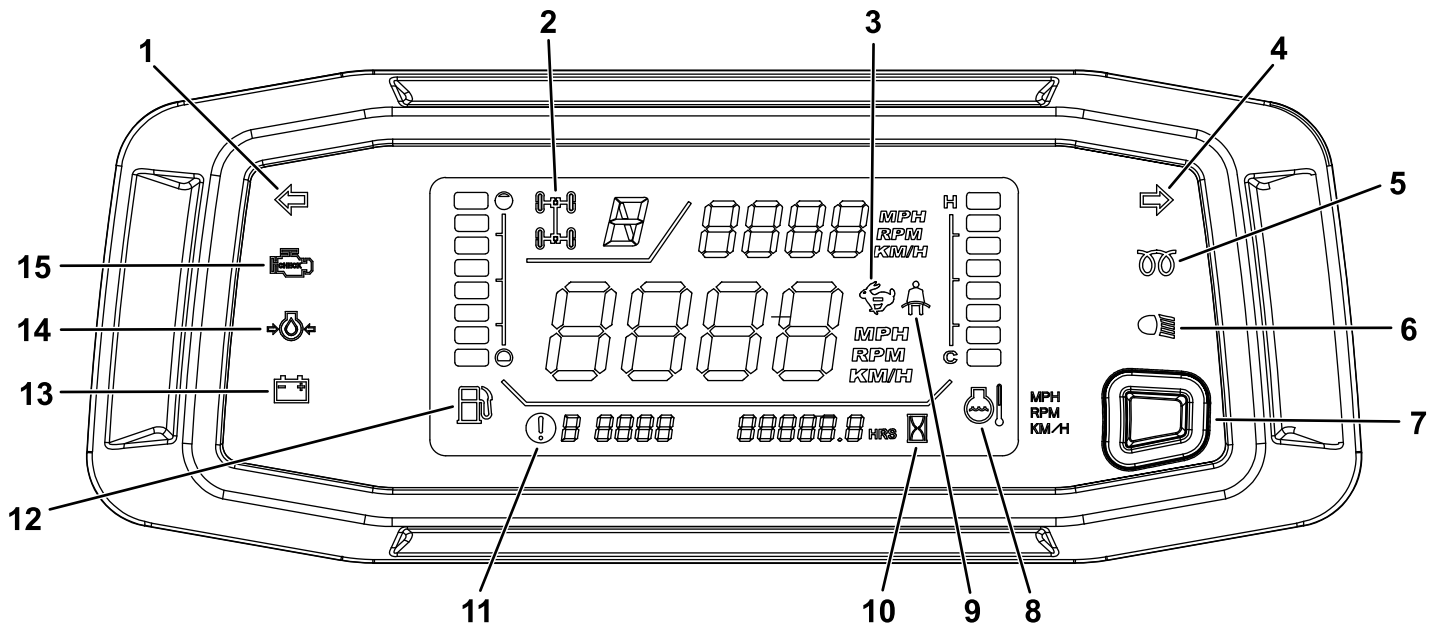

Figure 75
Le clignotant gauche ou droit est activé quand vous appuyez sur le coté gauche ou droit de la commande des clignotants (Figure 75).
**Remarque:** Lorsque le témoin (Figure 75) clignote, cela indique que le réglage n'est pas engagé ou est inactif; quand il reste allumé, le réglage est engagé/actif.
Le témoin s'allume si le régulateur de vitesse est programmé (Figure 75).
Le témoin de préchauffage (Figure 75) s'allume lorsque vous tournez la clé de contact en position CONTACT et que la bougie de préchauffage est activée.
Le compteur horaire indique le nombre total d'heures de fonctionnement de la machine. Le compteur horaire (Figure 75) se déclenche dès que le moteur tourne.
Le témoin de pression d'huile (Figure 75) s'allume quand la pression de l'huile moteur descend en dessous du niveau admissible alors que le moteur tourne.
le commutateur d'allumage est tourné à la position CONTACT (Figure 75).
Ce témoin s'allume quand la batterie se décharge. Si le témoin s'allume en cours d'utilisation, arrêtez la machine, coupez le moteur et recherchez les causes possibles, par exemple la courroie d'alternateur (Figure 75).
La jauge de carburant indique la quantité de carburant dans le réservoir. Elle ne fonctionne que lorsque le commutateur d'allumage est à la position CONTACT (Figure 75).
Le compte-tours indique le régime du moteur (Figure 75).
L'indicateur de vitesse indique la vitesse de déplacement de la machine (Figure 75).
Appuyez sur le bouton (Figure 75) pendant 0 à 3 secondes pour intervertir les emplacements du compte-tours et de l'indicateur de vitesse.
Appuyez sur le bouton (Figure 75) pendant 3 à 10 secondes pour faire passer le compteur de vitesse des mi/h aux km/h.